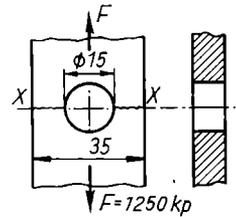

Bild 7
19. Wie groß ist die **Nennspannung** σ_n bei einem nach Bild 7 auf Zug beanspruchten Stabstahl im Querschnitt $x-x$? Unter Nennspannung versteht man die rechnermäßige Spannung